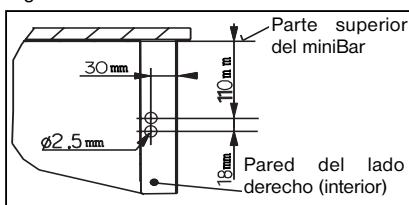

Figura 9
- Sujete el cable con la lengüeta de retención (A) en la pared lateral en el lado de bisagra. Para ello taladre los orificios según se ilustra en la Figura 9.